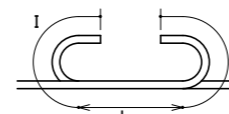

図5.3.1フックのある場合の重ね継手及び定着の長さ
2、フックのある場合のL₁は、図5.3.1に示すようにフック部分Iを含まない。